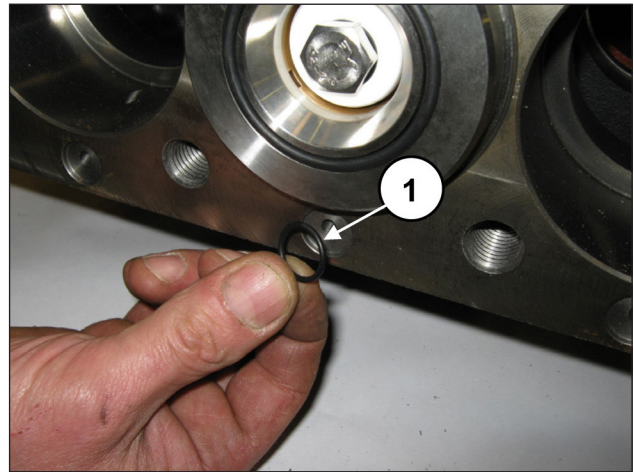

Abb. 167
Montieren Sie die 6 frontseitigen O-Ringe des Pumpengehäuses (Pos. ①, Abb. 167).